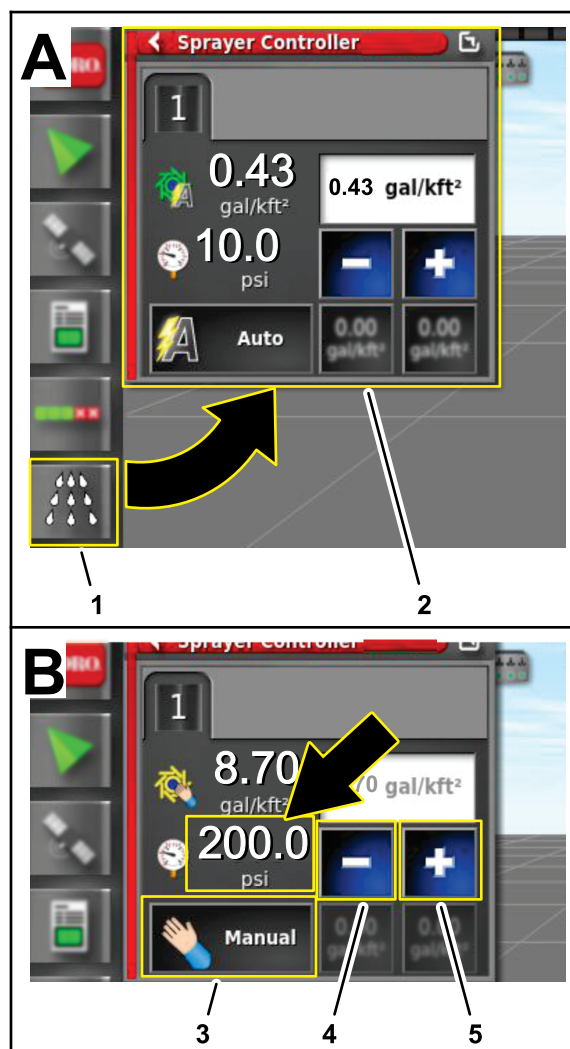

Рисунок 202
4. На управляющей консоли GeoLink нажмите значок SPRAY RATE CONTROLLER (КОНТРОЛЛЕР ИНТЕНСИВНОСТИ ОПРЫСКИВАНИЯ) (Рисунок 202).
5. В диалоговом окне контроллера интенсивности опрыскивания нажимайте значок RATE CONTROL MODE (РЕЖИМ УПРАВЛЕНИЯ ИНТЕНСИВНОСТЬЮ ОПРЫСКИВАНИЯ), пока не будет отображен ручной режим (Рисунок 202).
опрыскивания (Рисунок 202) на 13,75 бар (200 фунтов на кв. дюйм).